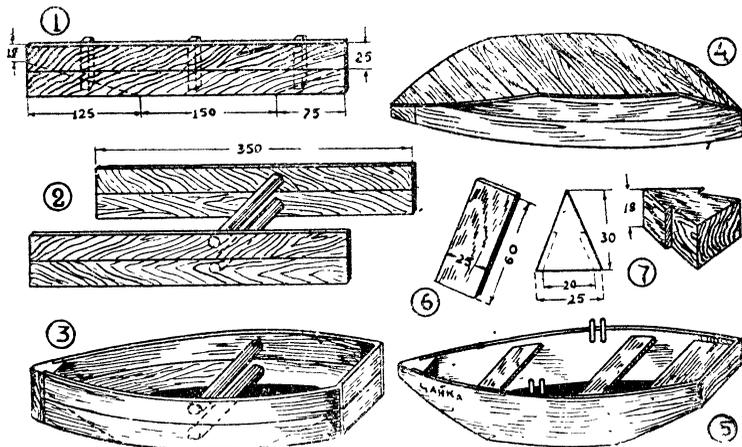

Рис. 105.
Для путешествий по небольшим рекам вы можете сделать сами довольно хорошую лодку. Для этого вам понадобятся 4 доски по 3½ м длиной, 25 см шириной и 2 см толщиной. Выстрогайте эти доски, сложите их попарно так, как показано на рис. 105 (1), и вычертите на них фигуру, изображенную на том же рис. 105 (1), и вычертите на них фигуру, изображенную на том же рис. При этом точно соблюдайте все указанные размеры. Теперь из обрезка дерева выпилите два чурбана, которые будут служить носовыми скрепами (рис. 105 (7)). Один из них останется в лодке, а другой нужен временно, чтобы легче было согнуть доску. Для кормы выпилите 2 планки в 25 см ширины и 60 см длины (рис. 105 (6)) Одна из них останется в лодке, а другая
Теперь можно начинать сооружение лодки. Для этого сбейте доски попарно небольшими планками, как показано на рис. 105 (1). Это будут борта лодки. Укрепите между ними распорки (рис. 105 (2)) и теперь начинайте сгибать доски. Пусть двое ребят сводят вместе нос, а двое других корму. Носовые концы досок привинтите к скрепам, а кормовые—к специальным планкам. После этого сейчас же принимайтесь за днище. Эту работу надо начинать с середины лодки. Тес сначала прибивается длинными гвоздями, а еще лучше—привинчивается к бортам лодки, а потом уже концы его опиливаются вровень с бортами. Таким образом забейте всю среднюю часть лодки.